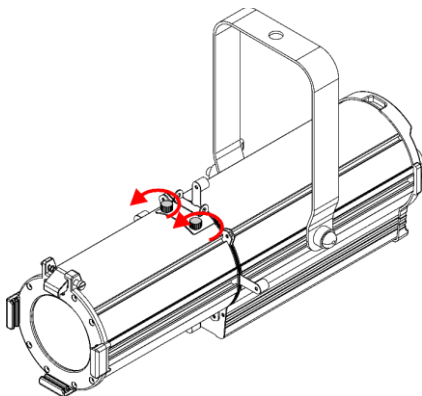

Fig. 10
- 01) Allentare le due **viti della piastra di copertura (09)** (vedere Fig. 10). **Non rimuovere le viti a testa zigrinata.**